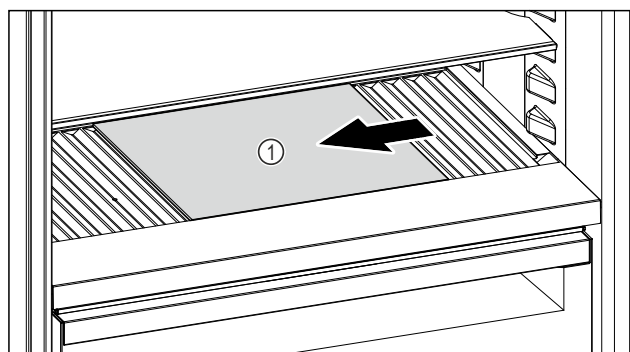

Fig. 204
- Förskjut glassplattan Fig. 204 (1) till vänster, mot mitten eller till höger.